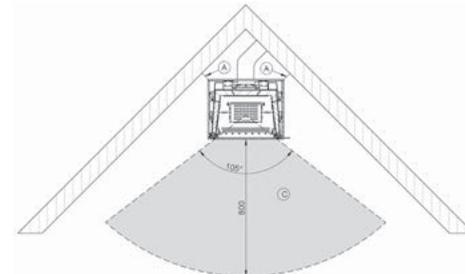

Abb. 4b
2. Bei der Montage in einer Raumecke sind folgende Wandabstände einzuhalten: Wird der Kaminofen, wie in Abbildung 4b dargestellt, aufgebaut, muss ein Mindestabstand von 160mm seitlich zu brennbaren Bauteilen eingehalten werden.